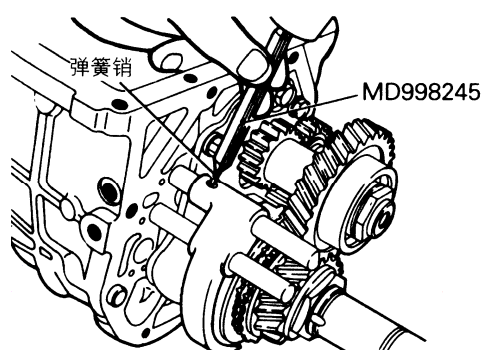

图 3-74 安装超速/倒档换挡叉弹簧销
(19) 安装超速/倒档换挡叉弹簧销时，如图 3-74 所示，用专用工具敲入超速/倒档换挡叉的弹簧销。